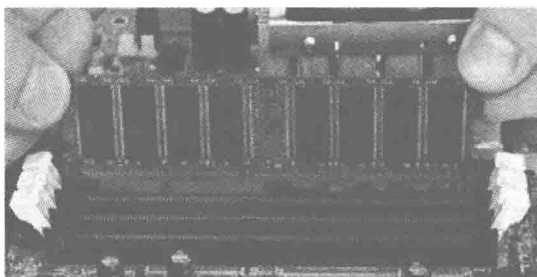

图 1.20 安装内存
(3) 安装内存。扳开插槽两侧卡子，对照内存条金手指的缺口与插槽上的凸起，确认内存条的插入方向。安装时将内存条对准插槽，均匀用力插到底即可，插槽两端的卡子会自动卡住内存条。注意：虽然安装简单，但不要大意，要小心不要太用力，以免折断或挤歪针脚，如图 1.20 所示。